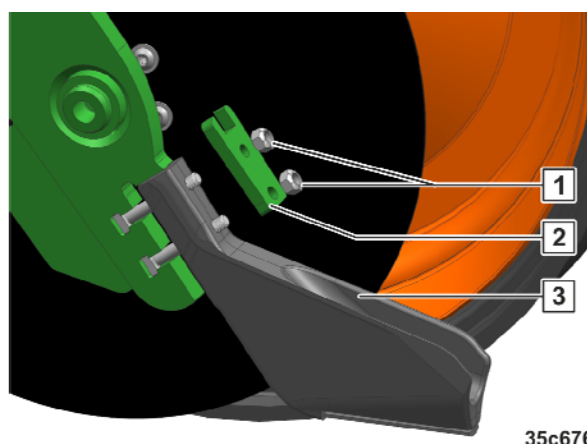

Fig. 316
11. Løsn og fjern boltene (Fig. 316/1).
12. Afmonter nedholderen (Fig. 316/2).
13. Afmonter den slidte fureformer (Fig. 316/3).